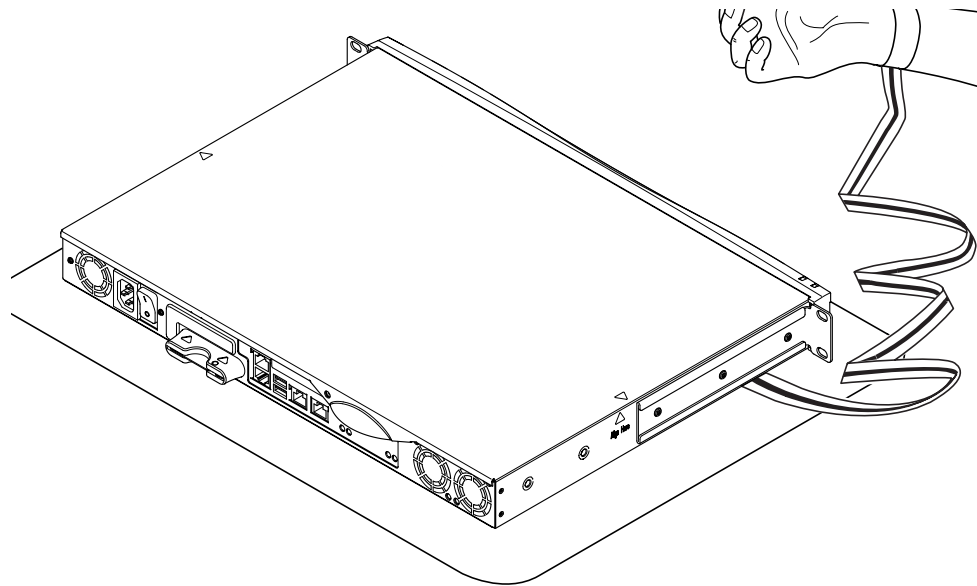

図 8-2 サーバーに付属している使い捨ての静電気防止用リストストラップ
**注意** - サーバー本体には、きわめて静電気に弱い電子部品が含まれています。金属部分に触れないでください。サーバー本体は、アースをとった静電気防止 (ESD) マット上に置いてください (図 8-2 を参照)。本体内部の構成要素を取り扱う前にサーバーに付属している、使い捨ての静電気防止用リストストラップを手首に巻き、もう一方の端を本体底部の金属部分に貼り付けてください。
1. ESD マット上に本体を置き、静電気防止用リストストラップを接続します (図 8-2 を参照)。